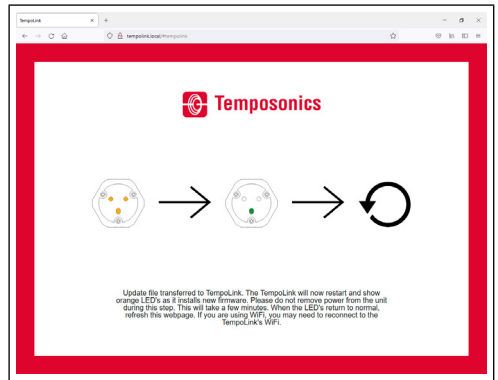

Abb. 21: Bildschirm während der Firmware-Aktualisierung
2. Installieren der Firmware. Die LEDs am TempoLink® Sensorassistenten leuchten dauerhaft orange und die Abb. 21 dargestellte Grafik wird angezeigt.